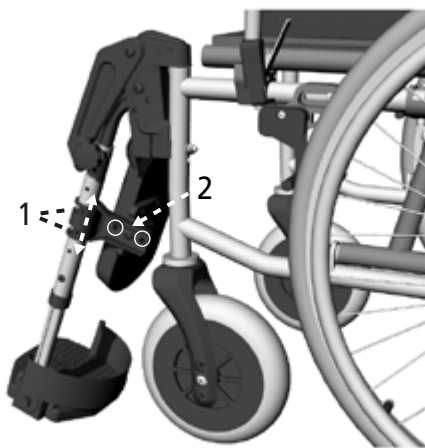

Abb.43
1. Zur Positionierung der Höhe lösen Sie die 2 Sechskantschrauben (1, Abb. 43) der Wadenpolsterhalterung.
3. Um die Tiefe der Wadenpolsterauflage zu verstellen lösen Sie die Sechskantschraube (2, Abb. 43) und verwenden eines der verbleibenden 2 Bohrlöcher für die Fixierung.